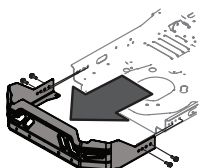

Figura 1
1. Retirar el conjunto del parachoques. Vea Figura 1.